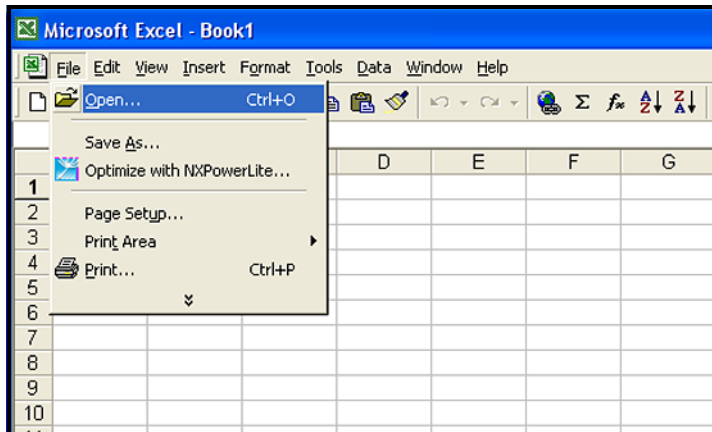

Figure 58: Ouverture d'un enregistrement dans Microsoft Excel
- Les enregistrements du **dew.IQ** peuvent être ouverts à l'aide d'un tableur, tel que Microsoft Excel. Lancez le tableur et sélectionnez **Ouvrir** (voir *Figure 58* ci-dessous).